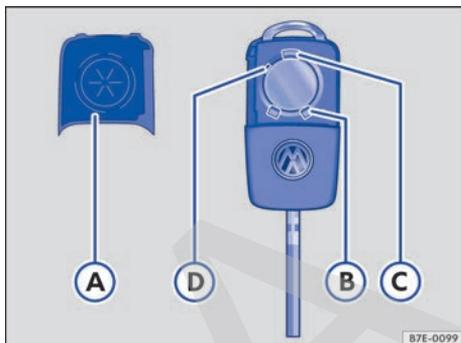

Fig. 19 Llave con mando a distancia por radiofrecuencia: extraer la pila.
- Desencaje la tapa ⇒ fig. 19 A del compartimento de la pila por el hueco donde se encuentra la espada cuando está plegada.